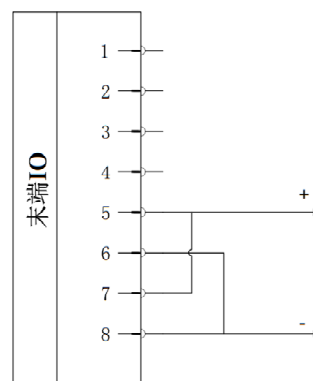

图 6-28 双针模式 2 接线
2) 接线方法：如图 6-28，将电源线（5 灰色）与 TI1/TO1/PWR1 线（7 蓝色）连接，接地线（8 红色）与 TI0/TO0/GND1 线（6 粉红色）连接。